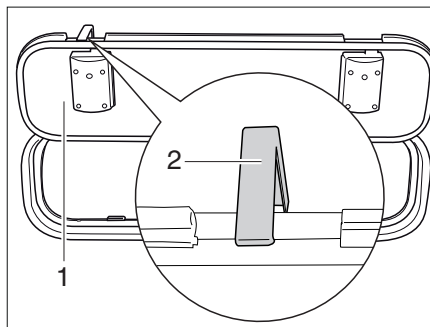

Bild 57 Sicherungshaken Außenklappe
- Die Außenklappe (Bild 57,1) öffnen und Sicherungshaken (Bild 57,2) an der Fahrzeugwand nach oben drehen.
- Den Sicherungshaken (Bild 57,2) nach oben drücken.